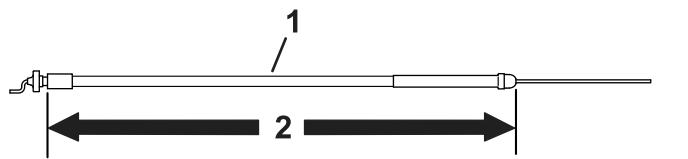

図 7
- モデル 04056 以外のすべてのトラクションユニットには、長さ 158.3 cm のスロットルケーブルを使用する 図 7 を参照。